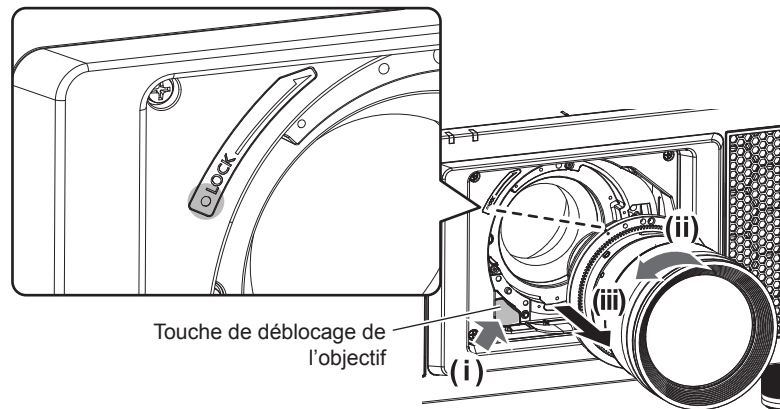

Fig. 1
**2) Retirez l'objectif de projection en le tournant dans le sens antihoraire tout en appuyant sur la touche de retrait de l'objectif. (Fig. 1)**